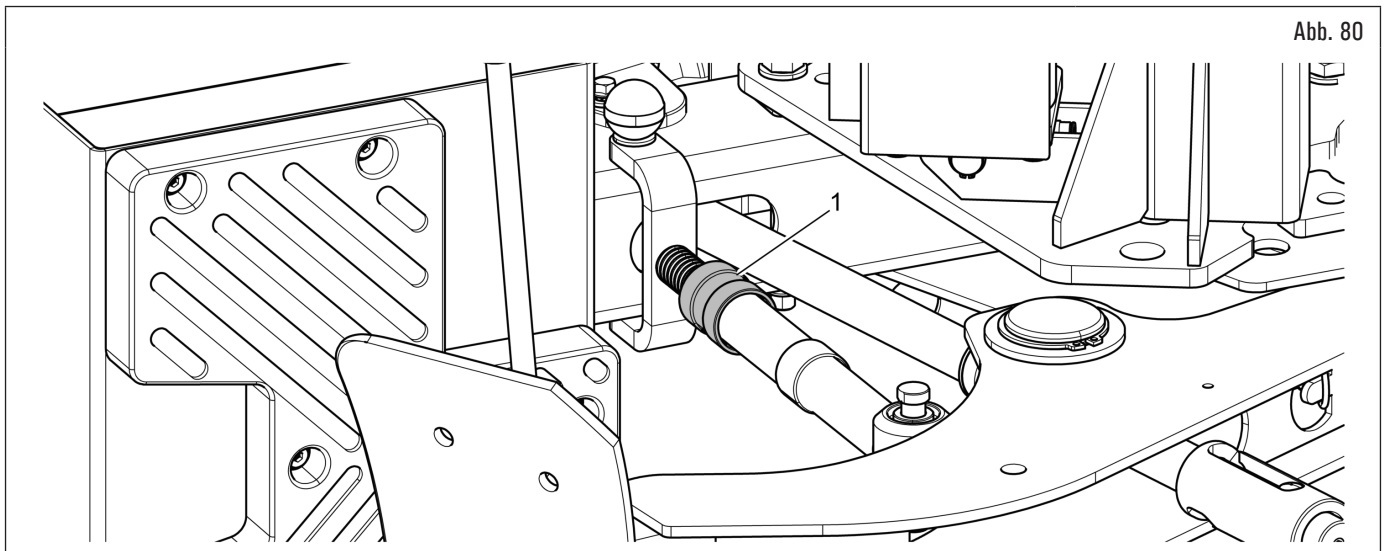

Abb. 80
2. stellen Sie den Hub des Wulstabdrücker-Hubbegrenzers ein, indem Sie auf seinen Einstellring (Abb. 80 Pkt. 1) einwirken, so dass die Schaufel den Rand der Felge um eine Höhe durchdringen kann, die gleich der Höhe eines Keils der Wulstabdrückerverlängerung ist;